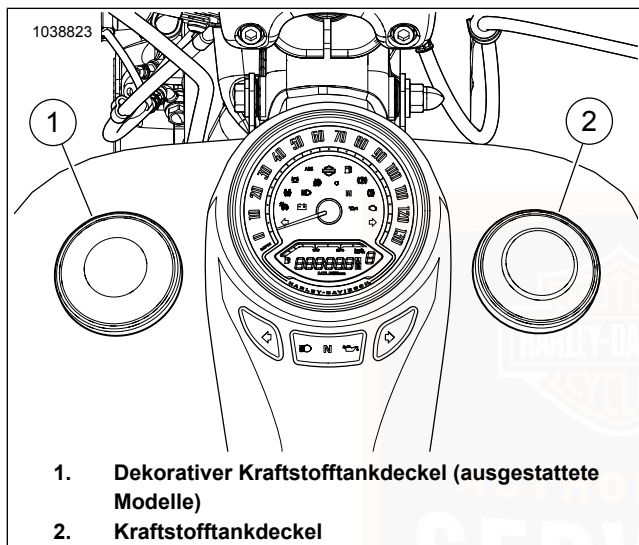

Abbildung 7. Kraftstofftank
Siehe Abbildung 7. Den dekorativen Kraftstofftankdeckel (1) bei Bedarf nur zum Reinigen des Motorrads entfernen.
Siehe Abbildung 7. Den Kraftstofftankdeckel (2) zum Entfernen gegen den Uhrzeigersinn drehen. Der Deckel wird um ca. eine 3/4-Umdrehung gedreht, bevor er sich löst.